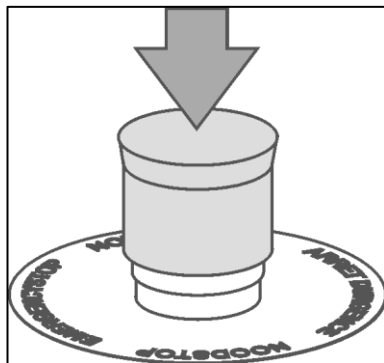

Abb. 5-2
1. Drücken Sie während des Probelaufes auf die rote Kappe des NOT-AUS-Schalters (Abb. 5-2).